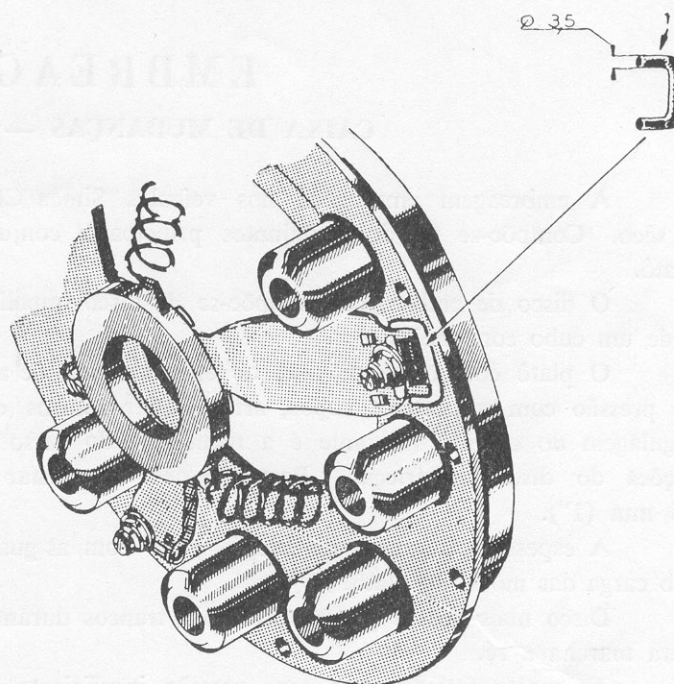

FIG. 2
- Desmontar o platô inserindo calços em baixo dos gafanhotos, (ver fig. 2).